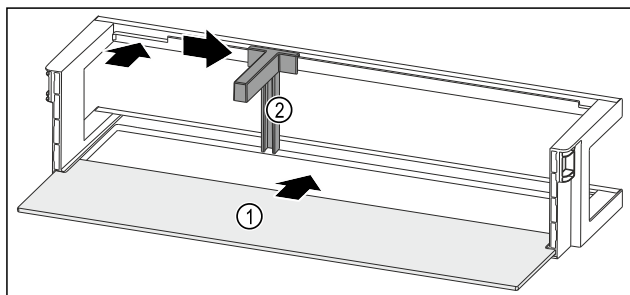

Fig. 137 Дверная полка со съемной полкой
- ▶ Вдвиньте съемную полку Fig. 137 (1) в боковые пазы.
- ▶ Установите держатель для бутылок Fig. 137 (2) в выемку.
- ▶ Сместите держатель для бутылок Fig. 137 (2) в нужное положение в сторону.